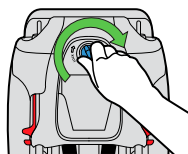

Figura 28
- Introduzca el panel de acceso y gire el cierre hacia a la derecha, como se muestra en la **figura 28**.